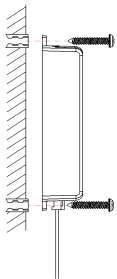

Fig.1
1. Installare il prodotto a muro nella posizione desiderata utilizzando viti e tasselli (Fig.1).
1. Install the product on the wall in the desired position using screws and wall plugs (Fig.1).